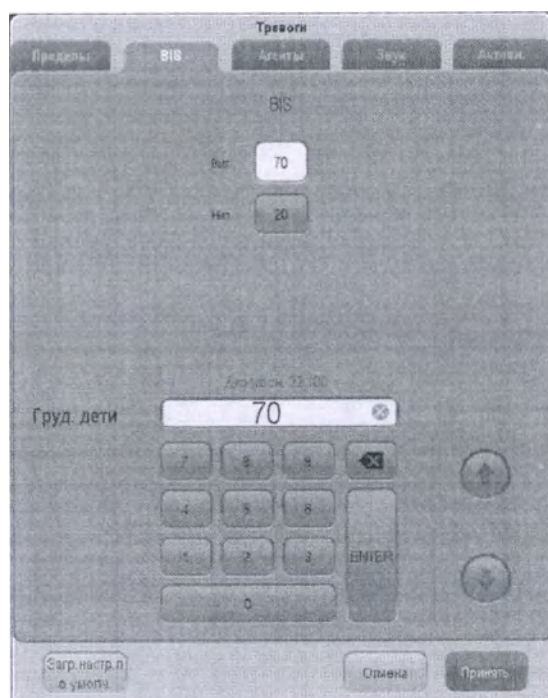

РИС. 9-7 Предел тревог по BIS
2. Выберите вкладку **BIS** (См. рисунок 9-7).